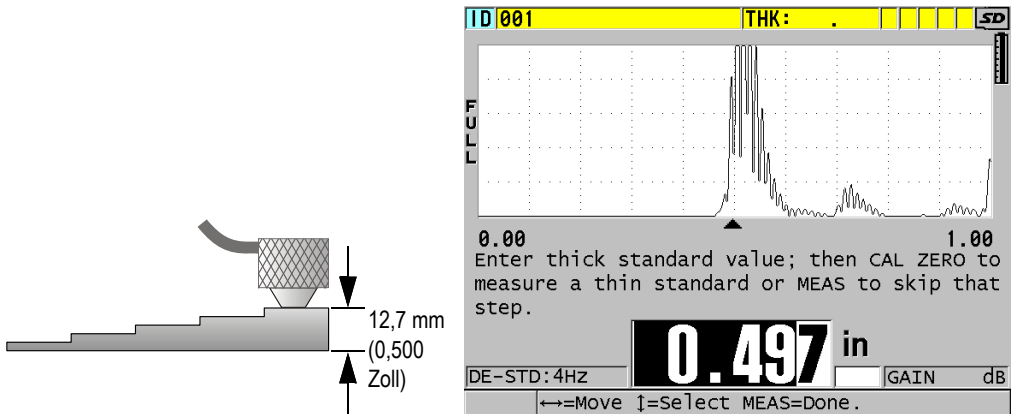

Abbildung 5-4 Justierung der Schallgeschwindigkeit mit einem fünfstufigen Justierkörper
1. Verfahren Sie zur Justierung der Schallgeschwindigkeit im Werkstoff wie folgt (siehe Abbildung 5-4 auf Seite 86):